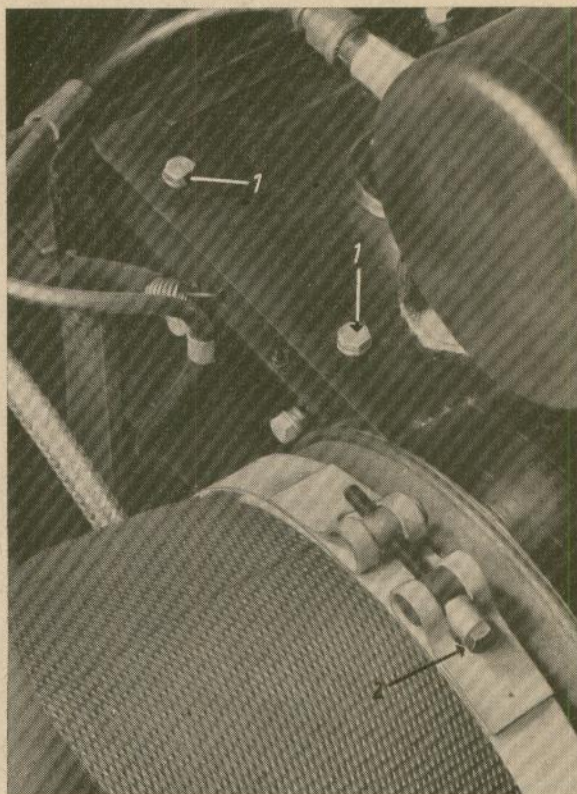

Abb. 38 Schrauben am Kühl-
(Abb. 38).
4. Zwei Schrauben an der Kante des Kühlluftgehäuses lockern (Abb. 38).